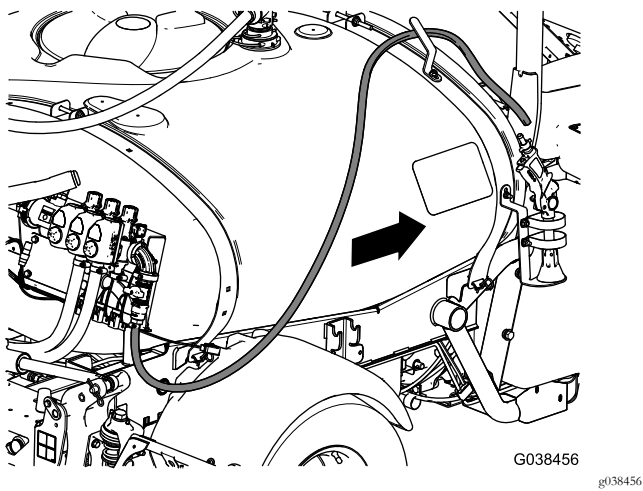

Figure 93
6. Acheminez le flexible d'alimentation vers l'avant et le long de la cuve de pulvérisation en direction du support du pistolet-pulvérisateur, et fixez le flexible au cadre de la cuve avec les 3 serre-câbles (Figure 93).